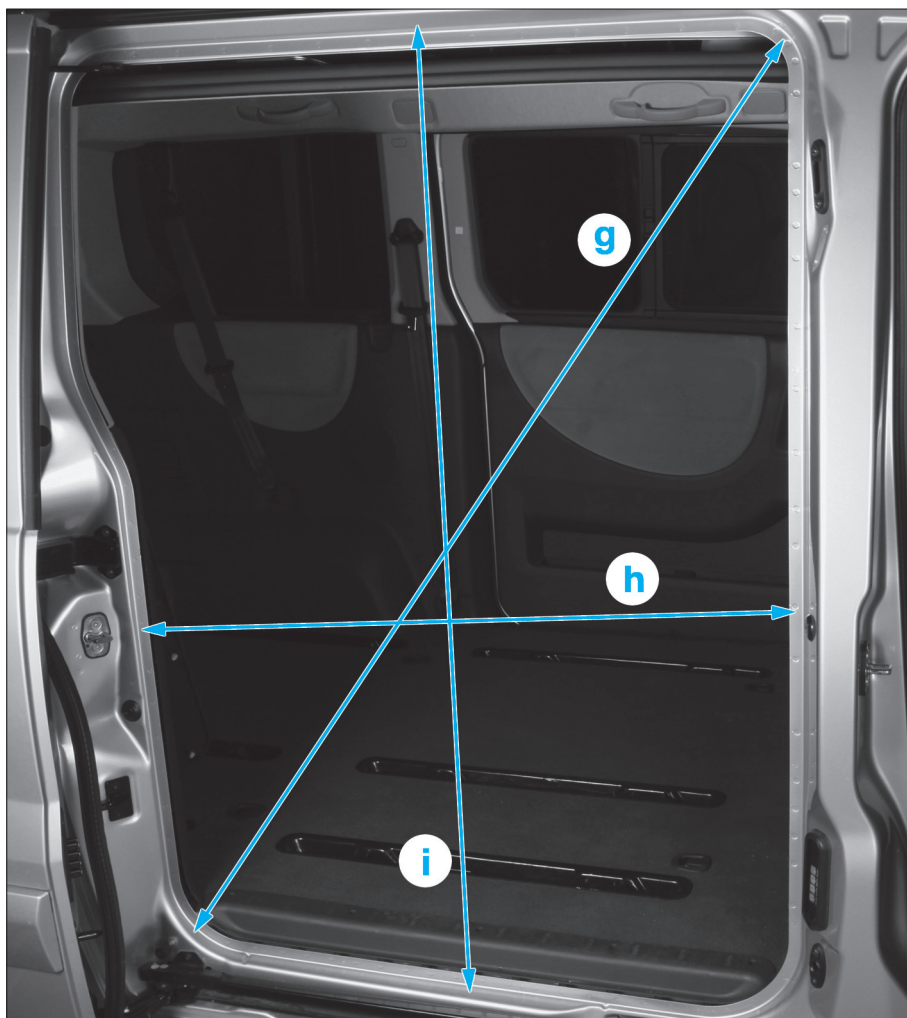

FIG.3
- Pour le verrouillage des pièces 43*-44* dans les tours MZ140 **Fig.3**.